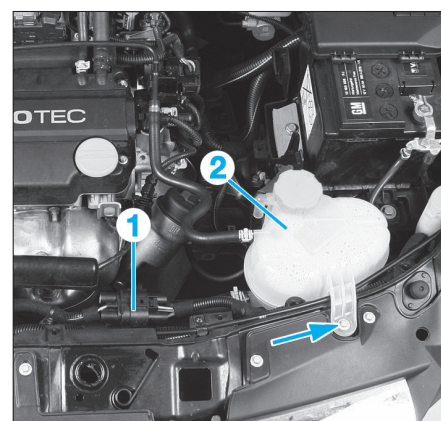

Fig. 24
- Débrancher le connecteur (1) (Fig.24).
- Déposer (flèche) et mettre de côté le vase d'expansion (2) .